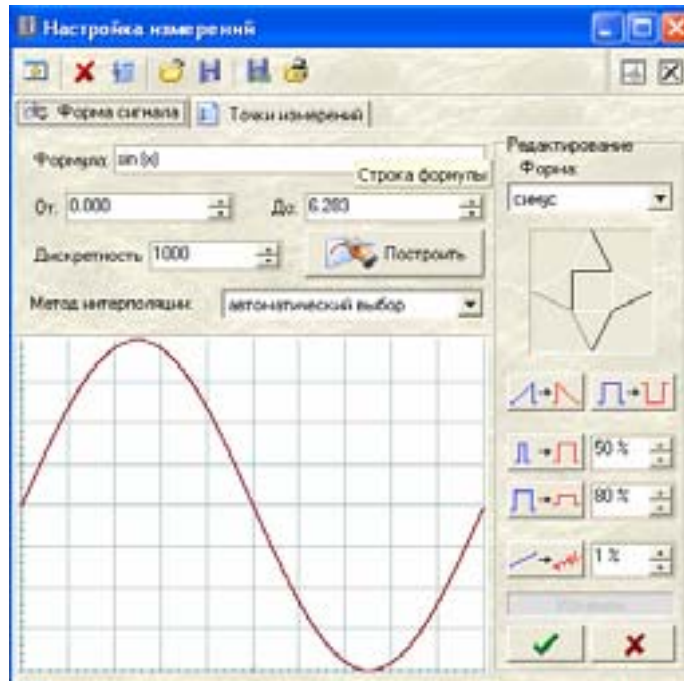

Рис. 7 Форма сигнала
2.2.3. В панели «Настройка измерений» (см. рис.7) перейдите во вкладку «форма сигналов» и задайте Шаблон формы, который задает характер испытательного сигнала: синус, прямоугольник, дельта-импульс Или «любая произвольная форма».